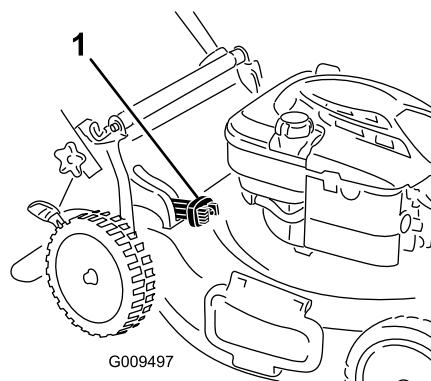

Рисунок 16
- Для сбора скошенной травы и листьев в мешок нажмите кнопку на рычаге сбора в мешок и двигайте рычаг вперед, пока кнопка на нем не вернется в исходное положение (Рисунок 16).